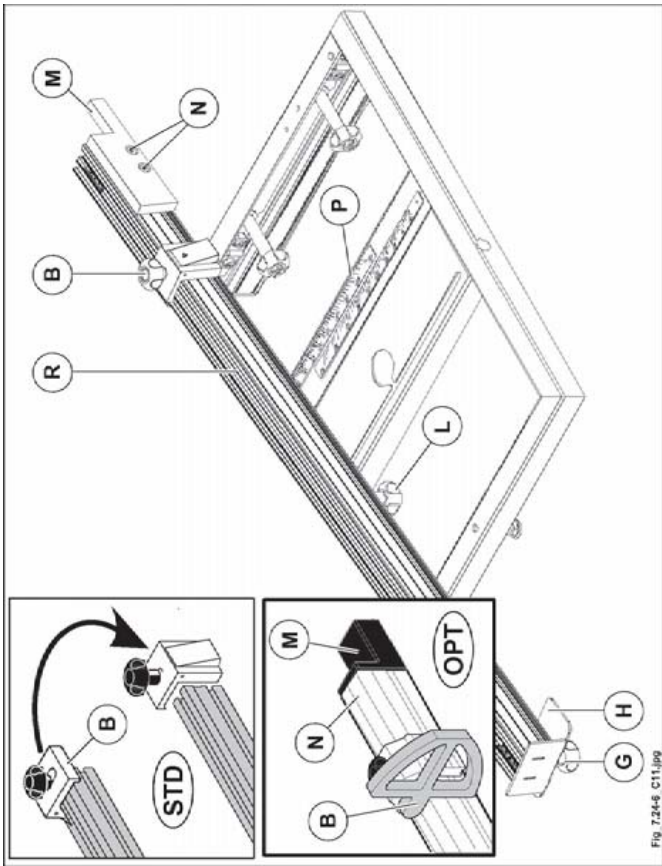

Abb. 7.24-6
- Zu dieser Bearbeitung Kugelgriff (L Abb. 7.24-6) um die Position des Lineals (R Abb. 7.24-6) zu ändern.
- Zum Gebrauch ist die Schiene gemäß den Angaben auf dem Schild (P Abb. 7.24-6) aufzulegen; den Kugelgriff (L Abb. 7.24-6) anziehen.
das Lineal weist einen Teleskopauszug (H Abb. 7.24-6) auf, der falls erforderlich nach dem Lösen des Knaufes (G Abb. 7.24-6) ausgezogen werden kann.
Wenn der Splitterschutz (M Abb. 7.24-6) abgenutzt ist, ist er durch Lockern der Schrauben (N Abb. 7.24-6) an das Sägeblatt heranzuführen.
Das Teleskoplineal wird mit den Anschlägen (B Abb. 7.24-6) geliefert. Diese können schnell für aufliegende oder schwebende Bearbeitungen positioniert werden, indem sie vom Lineal abgezogen und auf der entgegengesetzten Seite montiert werden.
Das Teleskoplineal wird mit den Anschlägen (B Abb. 7.24-6) geliefert. Diese können rasch für Bearbeitungen mit Anleihen oder mit Schub positioniert werden, indem man sie einfach umdreht.